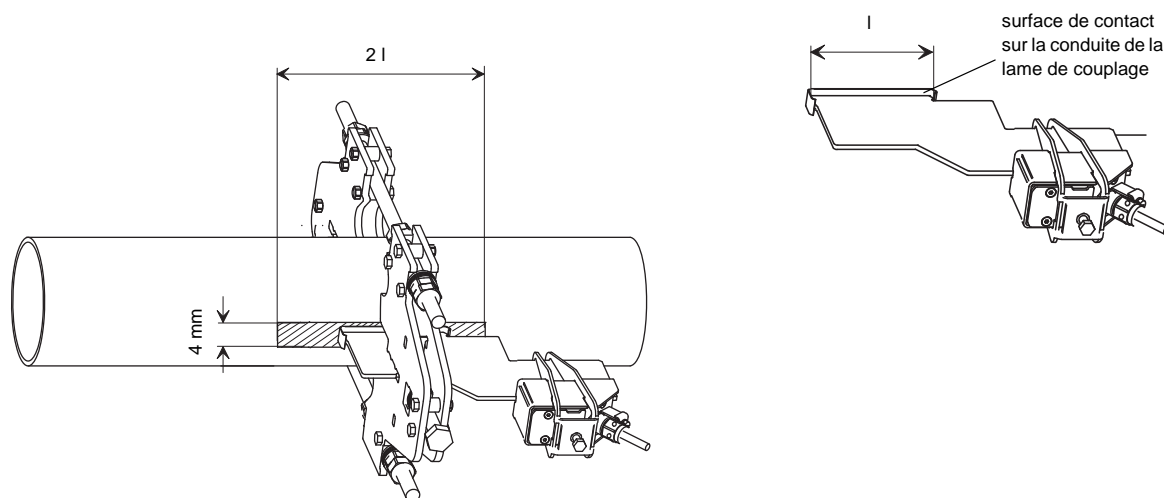

Fig. 3.7: Surface lissée
- Les dimensions de la surface à lisser doivent être les suivantes : largeur = 4 mm, longueur = $2l$, l étant la longueur de la surface de couplage de la lame de couplage sur la conduite (voir Fig. 3.7).